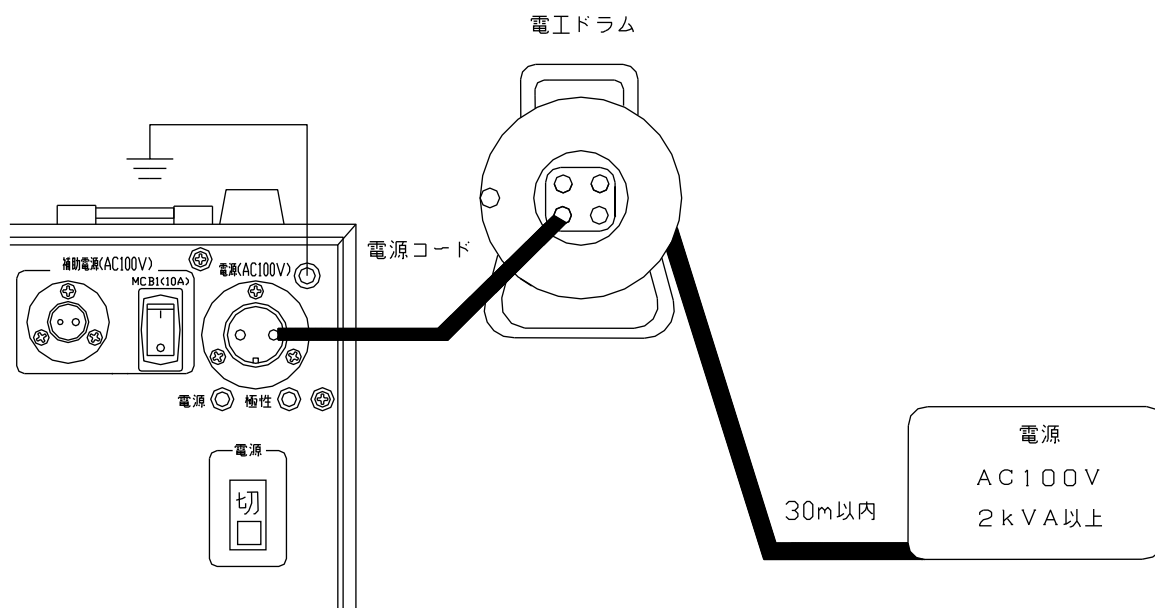

図1：電源の供給方法
6. 以上のような点に注意し、試験回路を構成します。（図1、2、3）